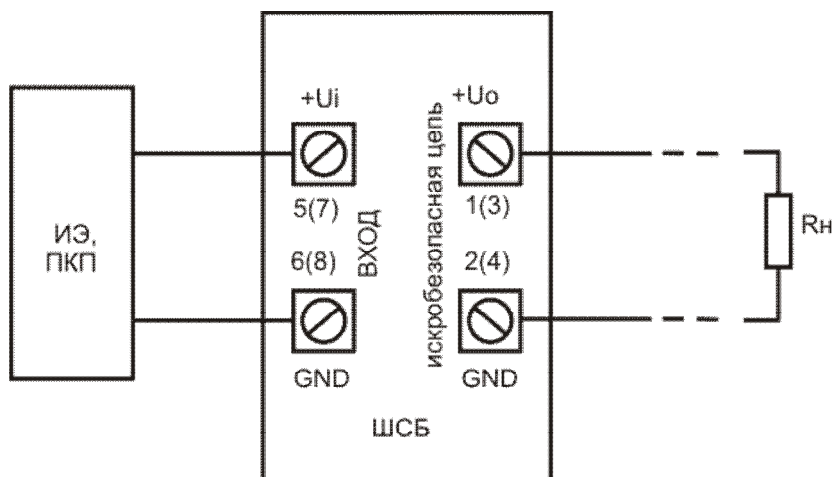

Рис.1 – Клеммные соединения барьера ШСБ.
9.1 Пассивный барьер ШСБ подключается в соответствии с маркировкой рис.1.